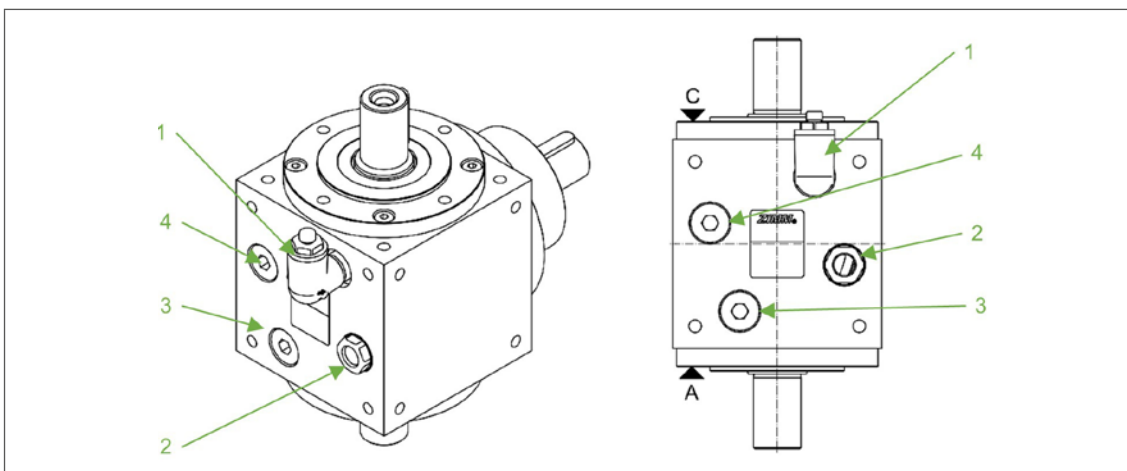

Fig. 6: Exemplo de posicionamento do respiro e do visor do nível de óleo
- 2. Desaperte o parafuso de vedação localizado na posição “visor do nível de óleo” (Fig. 6).